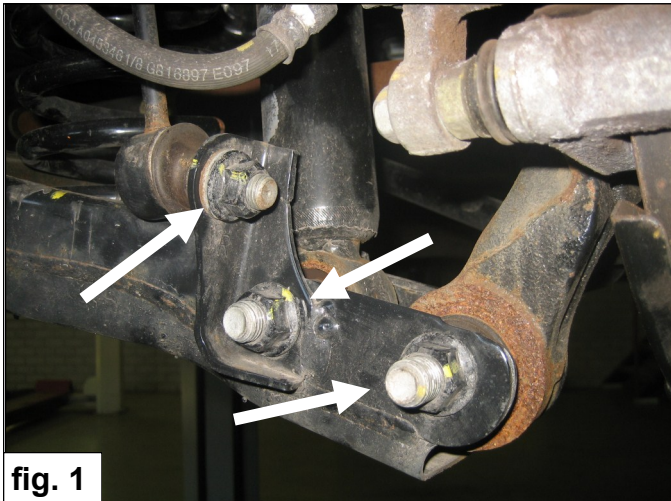

fig. 1
2. Ondersteun de draagarm en verwijder de bout van de schokdemper, de stab.stang en de draagarm aan de wielzijde. Zie fig. 1. **Let op: de draagarm staat onder veerspanning.**